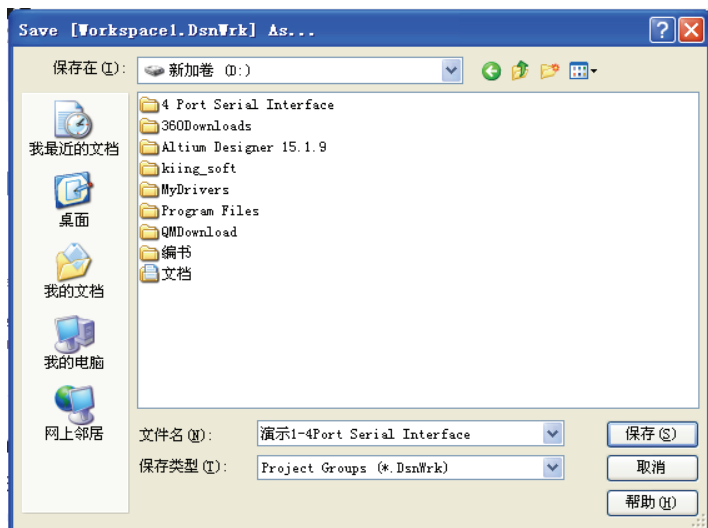

图 1-25 “Save [Workspace1.DsnWrk] As...” 对话框
选择【Save Design Workspace】或【Save Design Workspace As...】命令均可，一般选择后者。单击弹出“Save [Workspace1.DsnWrk] As...”对话框，将文件名“Workspace1”改为“演示 1-4Port Serial Interface”，如图 1-25 所示。
在【Projects】面板工作区中，右击新建项目名称，在弹出的菜单中选择【Save Project】或【Save Project As】命令，即可出现如图 1-25 所示的对话框。可将文件名中的“PCB Project1”改为用户便于记忆，或与设计相关的名称，例如，接触式防盗报警电路。单击  按钮，在【Projects】面板的工作区中新建项目的名称如图 1-31 所示。
(2) 执行菜单命令【File】→【Save as】，则弹出文件另存为对话框，如图 1-25 所示，在“文件名”栏输入“接触式防盗报警电路”，单击  按钮，将以“接触式防盗报警电路”名称保存。保存后在【Projects】面板的工作区中显示的原理图文件名称如图 1-34 所示。